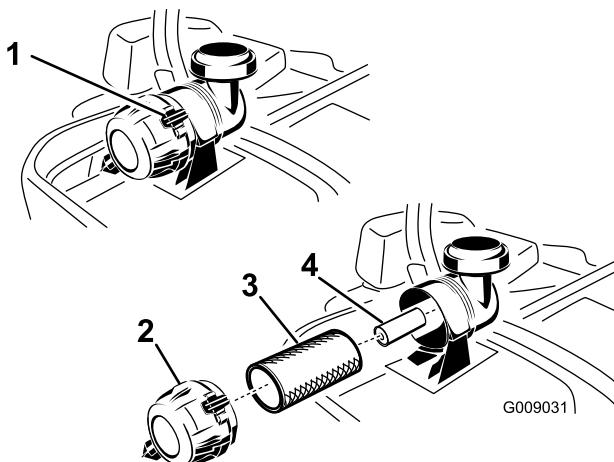

Figure 47
3. Appuyez sur les attaches du filtre à air pour les ouvrir et détachez le couvercle du corps du filtre à air (Figure 47).
5. Sortez le préfiltre du boîtier du filtre avec précaution (Figure 47). Évitez de cogner l'élément à l'intérieur du boîtier.
2. Si vous remplacez l'élément secondaire, insérez-le avec précaution dans le boîtier du filtre (Figure 47).
3. Placez ensuite le préfiltre sur l'élément secondaire avec le même soin (Figure 47).
5. Montez le couvercle, reniflard en bas, et tournez-le pour que les attaches verrouillent le couvercle en place (Figure 47).
1. Ne nettoyez pas l'élément en papier, remplacez-le (Figure 47).